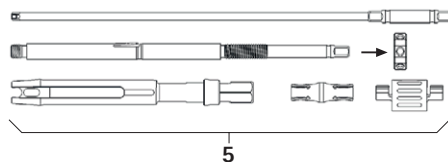

Fig. 3
- Démontez le levier de réduction percutané **5**, voir Fig. 3. Démontez entièrement le levier de réduction et dévissez l'écrou de serrage.